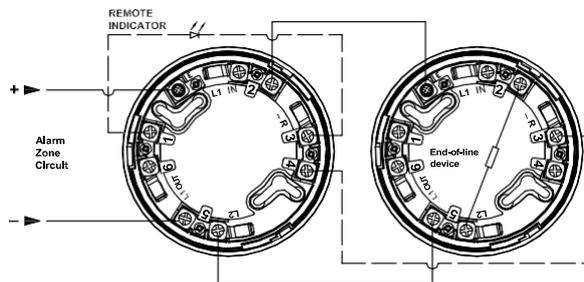

Рис. 1: для 2-проводного подключения
- См Рис. 1 для извещателей с 2-проводным основанием.